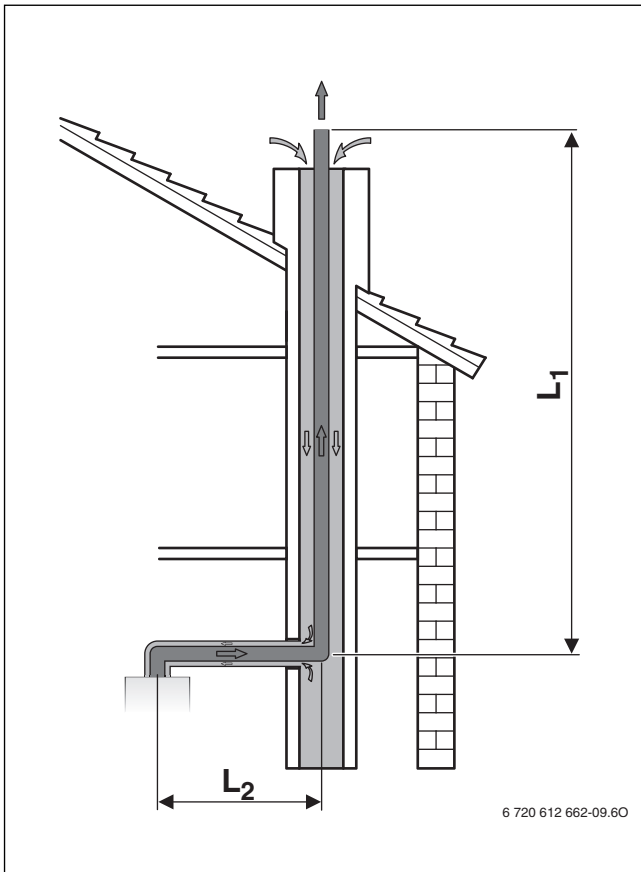

Fig. 26 Evacuation des fumées dans le conduit selon C93
- Si l'évacuation des fumées se fait par un conduit avec système d'évacuation des fumées  $C_{43}$  ou  $C_{93}$  (→ fig. 26), le conduit doit être nettoyé.